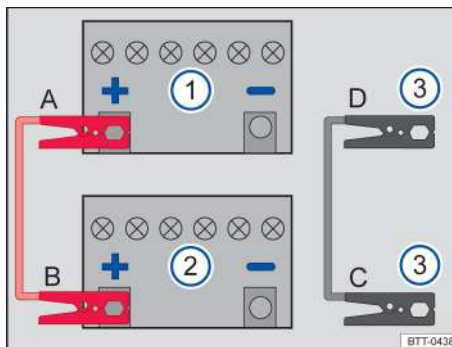

Рисунок 107. Схема подключения соединительных кабелей ▶
#### Обозначения к Рисунок 107:
Соединительные кабели должны быть подключены в последовательности А – В – С – D →Рисунок 107.
- Подсоедините один конец красного кабеля помощи при запуске к положительному полюсу (+). →Рисунок 107 ① разряженной аккумуляторной батареи →▲.
- Подсоедините другой конец красного кабеля помощи при запуске к положительному полюсу (+) аккумуляторной батареи источника питания →Рисунок 107 ②.
- Подсоедините другой конец черного кабеля помощи при запуске →Рисунок 107 ③ к металлической детали на болтовом креплении блока цилиндров двигателя автомобиля с разряженной аккумуляторной батареей или непосредственно к блоку цилиндров. Не делайте точку подключения слишком близко к батарее ① →▲.
- Отсоедините соединительные кабели, как показано на рисунке выше. Рисунок D-C-B-A →Рисунок 107.